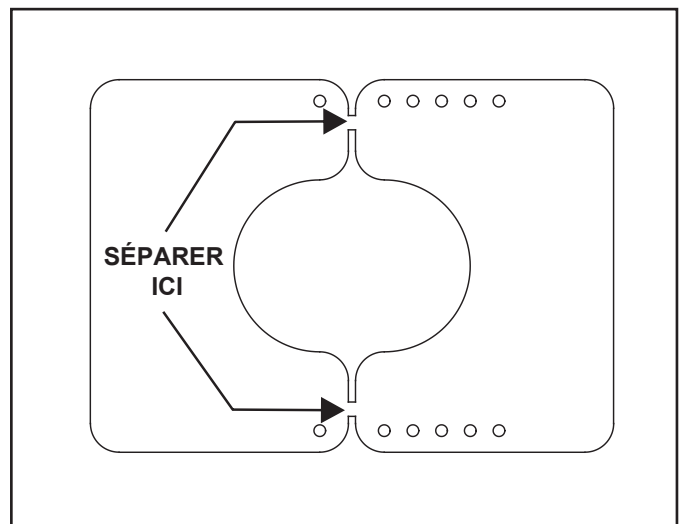

Figure 4.16 Diviser le réducteur d'évacuation
2. Séparez le réducteur de conduit en deux morceaux. Vous pouvez y arriver en pliant la pièce d'avant à en arrière, jusqu'à ce qu'elles se séparent. Voir la Figure 4.16
1. Séparez le réducteur de conduit en deux morceaux. Vous pouvez y arriver en pliant la pièce d'avant à en arrière, jusqu'à ce qu'elles se séparent. Voir la Figure 4.16